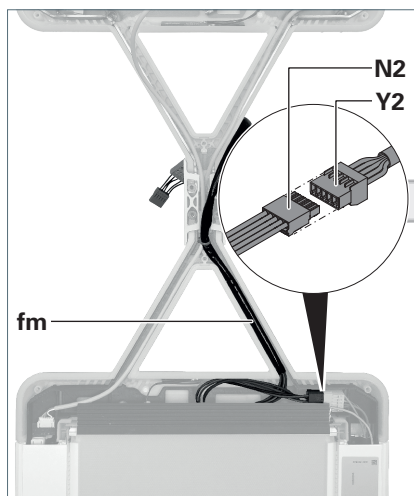

Fig. 19: Collegare la linea di alimentazione.
9. Posare la linea di alimentazione **fm** del set di trefoli nel braccio di supporto della testa dell'apparecchio 2, vedere Fig. 19.